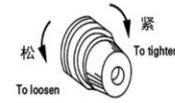

图11 (Fig.11)
2.针控线杆的调整(图11)针线控线杆(B)根据缝线的种类来选择使用状态,放松螺钉(A)将(B)上下移动调整,在使用伸展性较大的缝线时将(B)上移,则针孔处的线环就会变大,利于勾线。
Turn thread knob clockwise for tighter tension and vice versa (Fig.11)